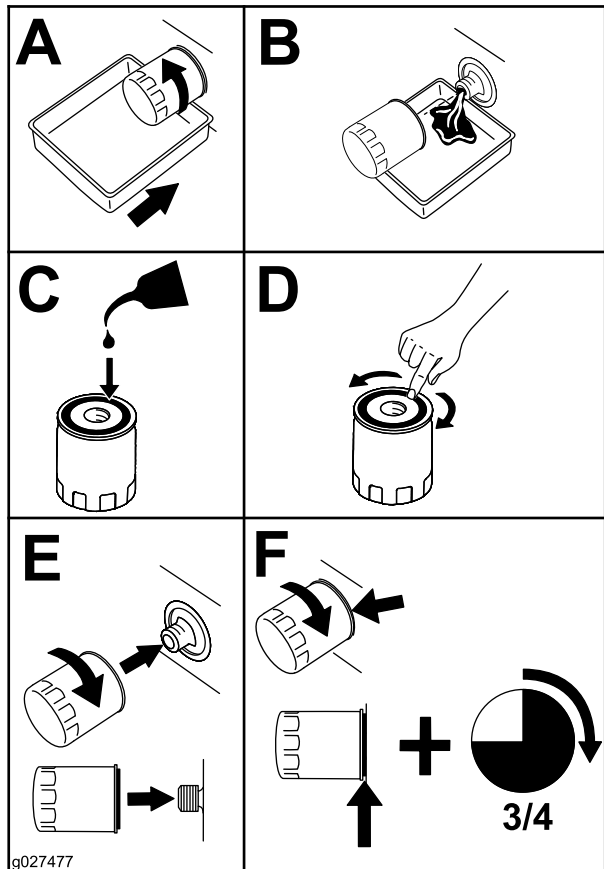

Рисунок 47
5. Замените масляный фильтр двигателя (Рисунок 47).